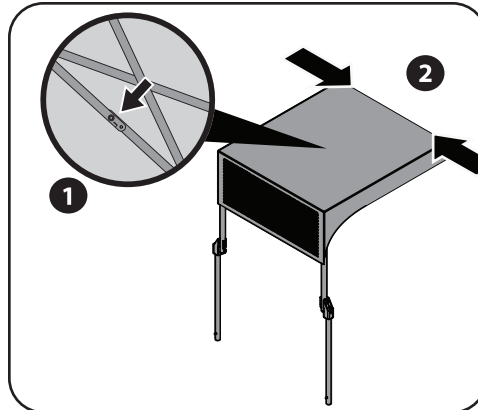

Figura 4-3
1. Abra el mecanismo de seguridad debajo de la sombrilla. Presione los lados de la sombrilla en forma horizontal para que se cierre como se muestra Figura 4-3.